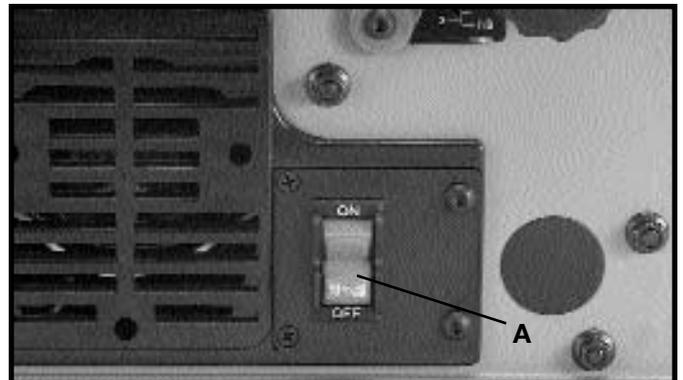

Fig. 21
El interruptor de encendido/apagado (A) Fig. 21, se encuentra en la sección delantera del gabinete de la machimbradora. Para ENCENDER la máquina, mueva el interruptor (A) a la posición elevada. Para APAGAR la máquina, mueva el interruptor (A) a la posición inferior.